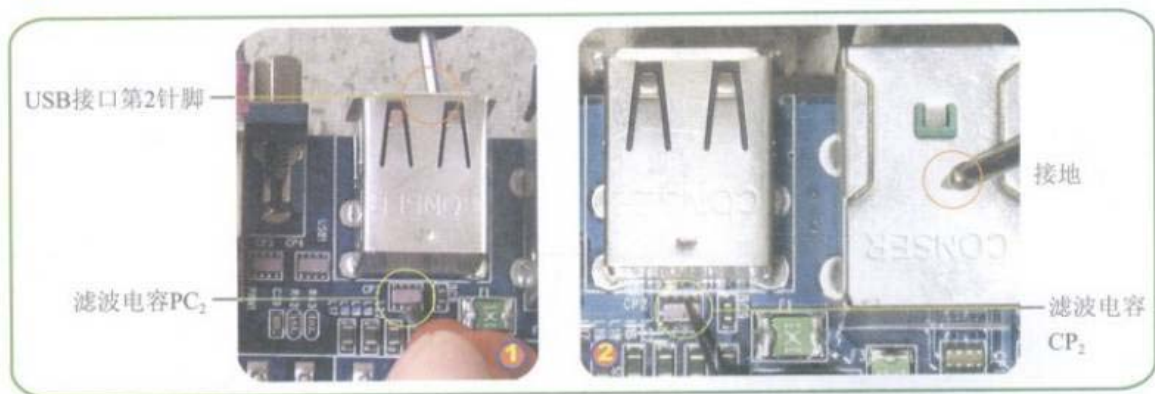

图5-50 测量USB接口电路中连接的滤波电容的线路
Step 05 测量USB接口电路中连接的滤波电容 $CP_2$ 的线路，如图5-50所示。